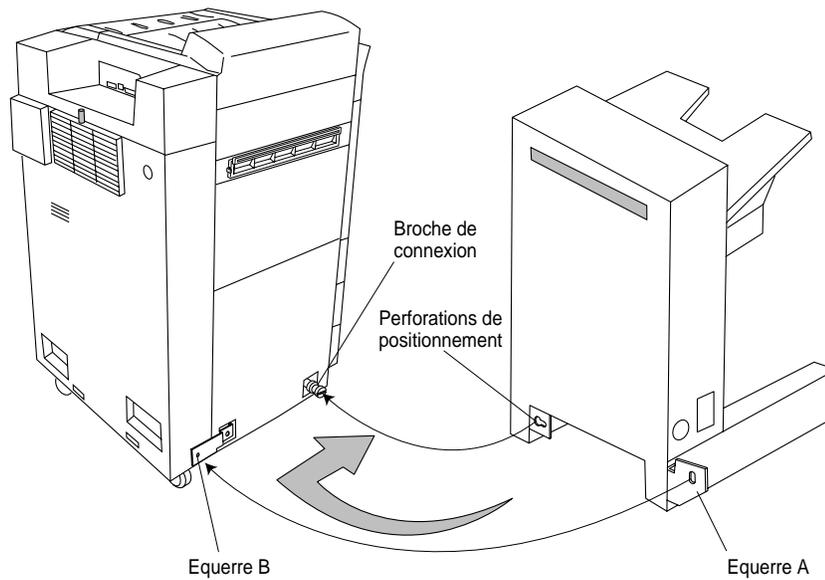

Figure 3-68 Séparation de l'unité HCO et de l'imprimante
1. L'imprimante est physiquement reliée à l'unité HCO au moyen d'une broche de connexion qui s'insère dans l'orifice correspondant de l'unité HCO (Figure 3-68).